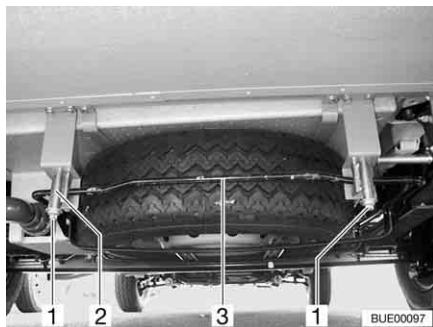

Fig. 279 Système de maintien de la roue de secours (panier)
- Desserrer les écrous (Fig. 279,1) des crochets arrière droit et gauche (Fig. 279,2) du système de maintien de la roue de secours.
- Pousser légèrement le tenon (Fig. 279,3) vers le haut. Tirer simultanément le crochet vers le bas et décrocher le tenon.